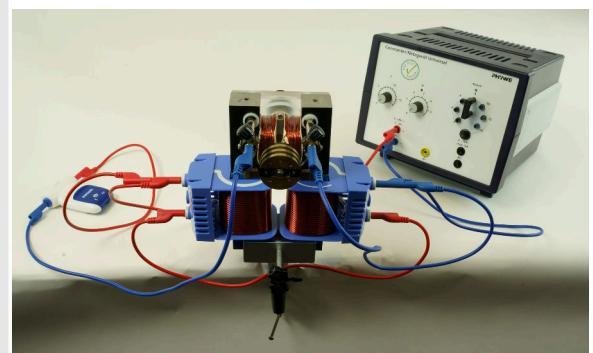
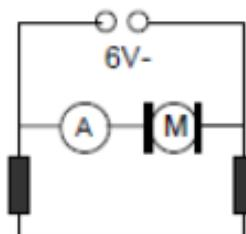

Fig. 2
Fig. 3
- Complétez la structure selon les Fig. 2 et Fig. 3.
Si un [] est utilisé pour faire fonctionner un [], il doit générer un [] suffisamment important à proximité de l'induit. C'est pourquoi on utilise un noyau de fer en forme de U avec deux bobines de champ, entre les pôles desquelles passe l' []. Les bobines de l'induit et les [] sont connectées [] dans un moteur shunt (Fig. 3).